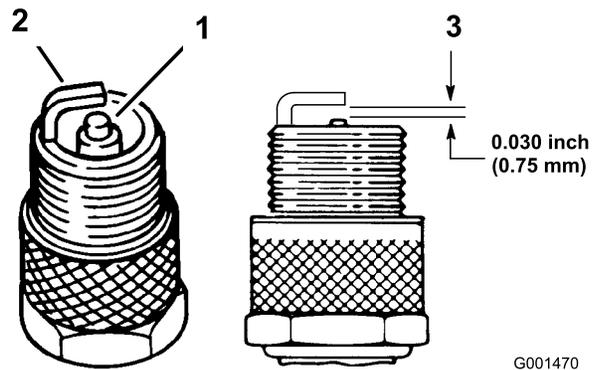

Figura 30
3. Verifique o estado dos eléctrodos lateral e central, bem como do isolante do eléctrodo central, certificando-se de que não se encontram danificados (Figura 30).
4. Ajuste a folga existente entre a zona central e lateral do eléctrodo para 0,762 mm (Figura 30). Monte a vela com a folga correcta e aperte-a com uma força de 20 Nm.
4. Ajuste a folga existente entre a zona central e lateral do eléctrodo para 0,762 mm (Figura 30).